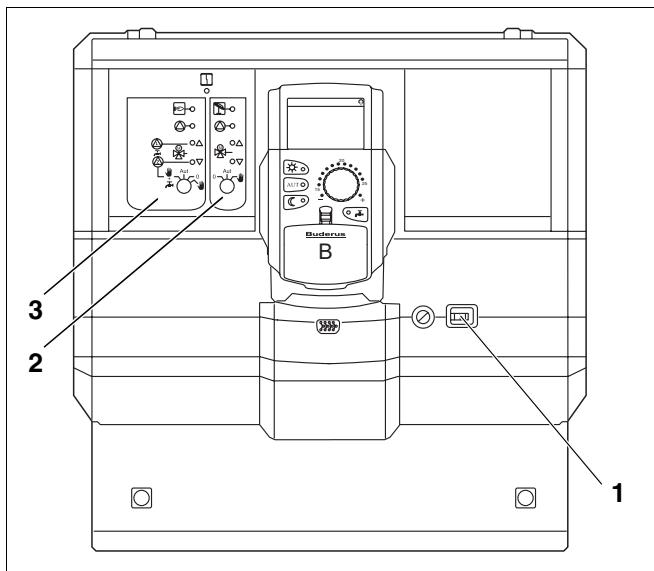

Рис. 16 Logamatic 4121
- Включить систему управления пусковым выключателем (**рис. 16, поз. 1**).
- Установить для отопительного контура 1 (если требуется, то и для контура ГВС) (**рис. 16, поз. 3**) переключатель в положение Рука или .
- Установить отопительный контур (**рис. 16, поз. 2**) на переключателе в положение Рука .